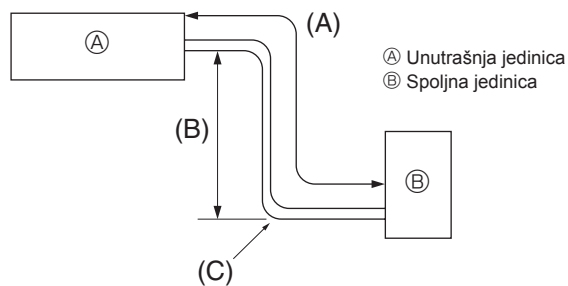

Fig. 5-1
5.1. Cev za rashladno sredstvo (Fig. 5-1)